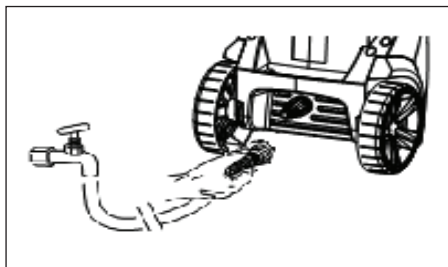

Figure 13 - Attachez le tuyau d'arrosage à l'unité (modèle PW1825)
4. Attachez le tuyau d'arrosage à l'unité (voir les figures 13 et 15).
9. Attachez le tuyau d'arrosage à l'unité (voir les figures 13 et 15).